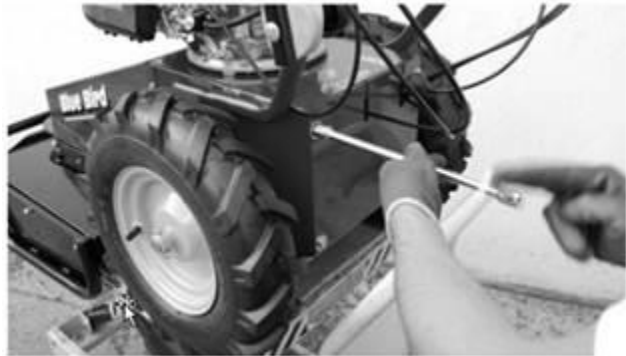

fig.14
6. Fijar las dos tornillos del soporte reductor y cerrar la tapa de cierre trasera de la máquina (fig. 14):